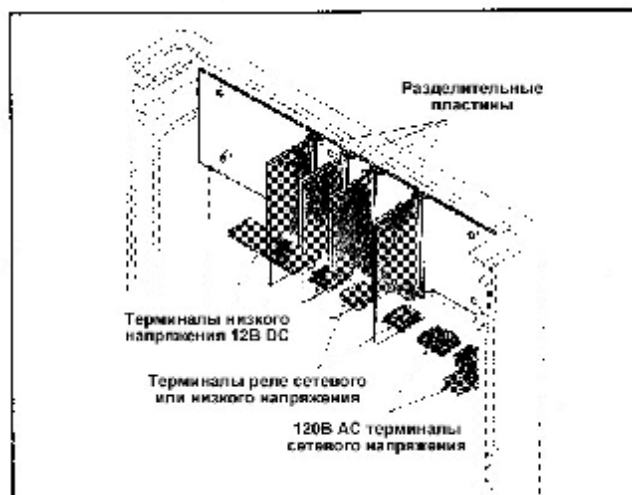

Рисунок 8 Детали разделительных пластин
3.2.10 Контроллер поставляется с 4 встроенными разделительными пластинами. Разделительные пластины показаны на стр. 8, Раздел 3.2.10, Рисунок 8.